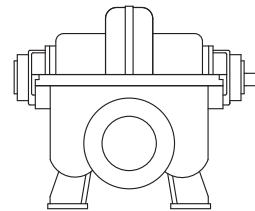

Рис. 3 Насос со свободным концом вала
3. Насос со свободным концом вала, т.е. без электродвигателя и без рамы-основания (см. рис. 3).